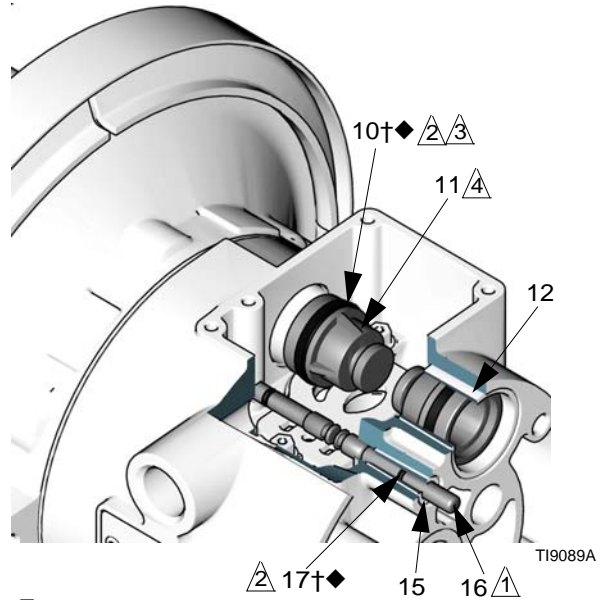

FIG. 7
4. Die beiden Stellmotorkolben (11) aus den Lagern (12) ziehen. Die Rillendichtungen (10) von den Kolben abziehen. Die Führungsstifte (16) aus den Lagern (15) ziehen. Die O-Ringe (17) von den Führungsstiften abziehen. Siehe FIG. 7.
6. Die Lager (12, 15) im eingebauten Zustand überprüfen. Siehe FIG. 7. Die Lager sind konisch, und wenn sie schadhaft sind, so müssen sie von außen ausgebaut werden. Dies erfordert den Ausbau der materialbenetzten Teile. Siehe Seite 24.
4. An jedem Führungsstift (16) einen O-Ring (17†◆) einbauen. Die Stifte und O-Ringe fetten. Die Stifte mit dem **schmalen** Ende voran in die Lager (15) einschieben. Siehe FIG. 7.
5. An jedem Stellmotorkolben (11) eine Packung (10†◆) einbauen, so dass die Lippen der Rillendichtungen zum **schmalen** Ende der Kolben weisen. Siehe FIG. 7.
6. Die Rillendichtungen (10†◆) und Stellmotorkolben (11) fetten. Die Stellmotorkolben mit dem **dicken** Ende voran in die Lager (12) einschieben. Das schmale Ende des Kolbens frei lassen. Siehe FIG. 7.